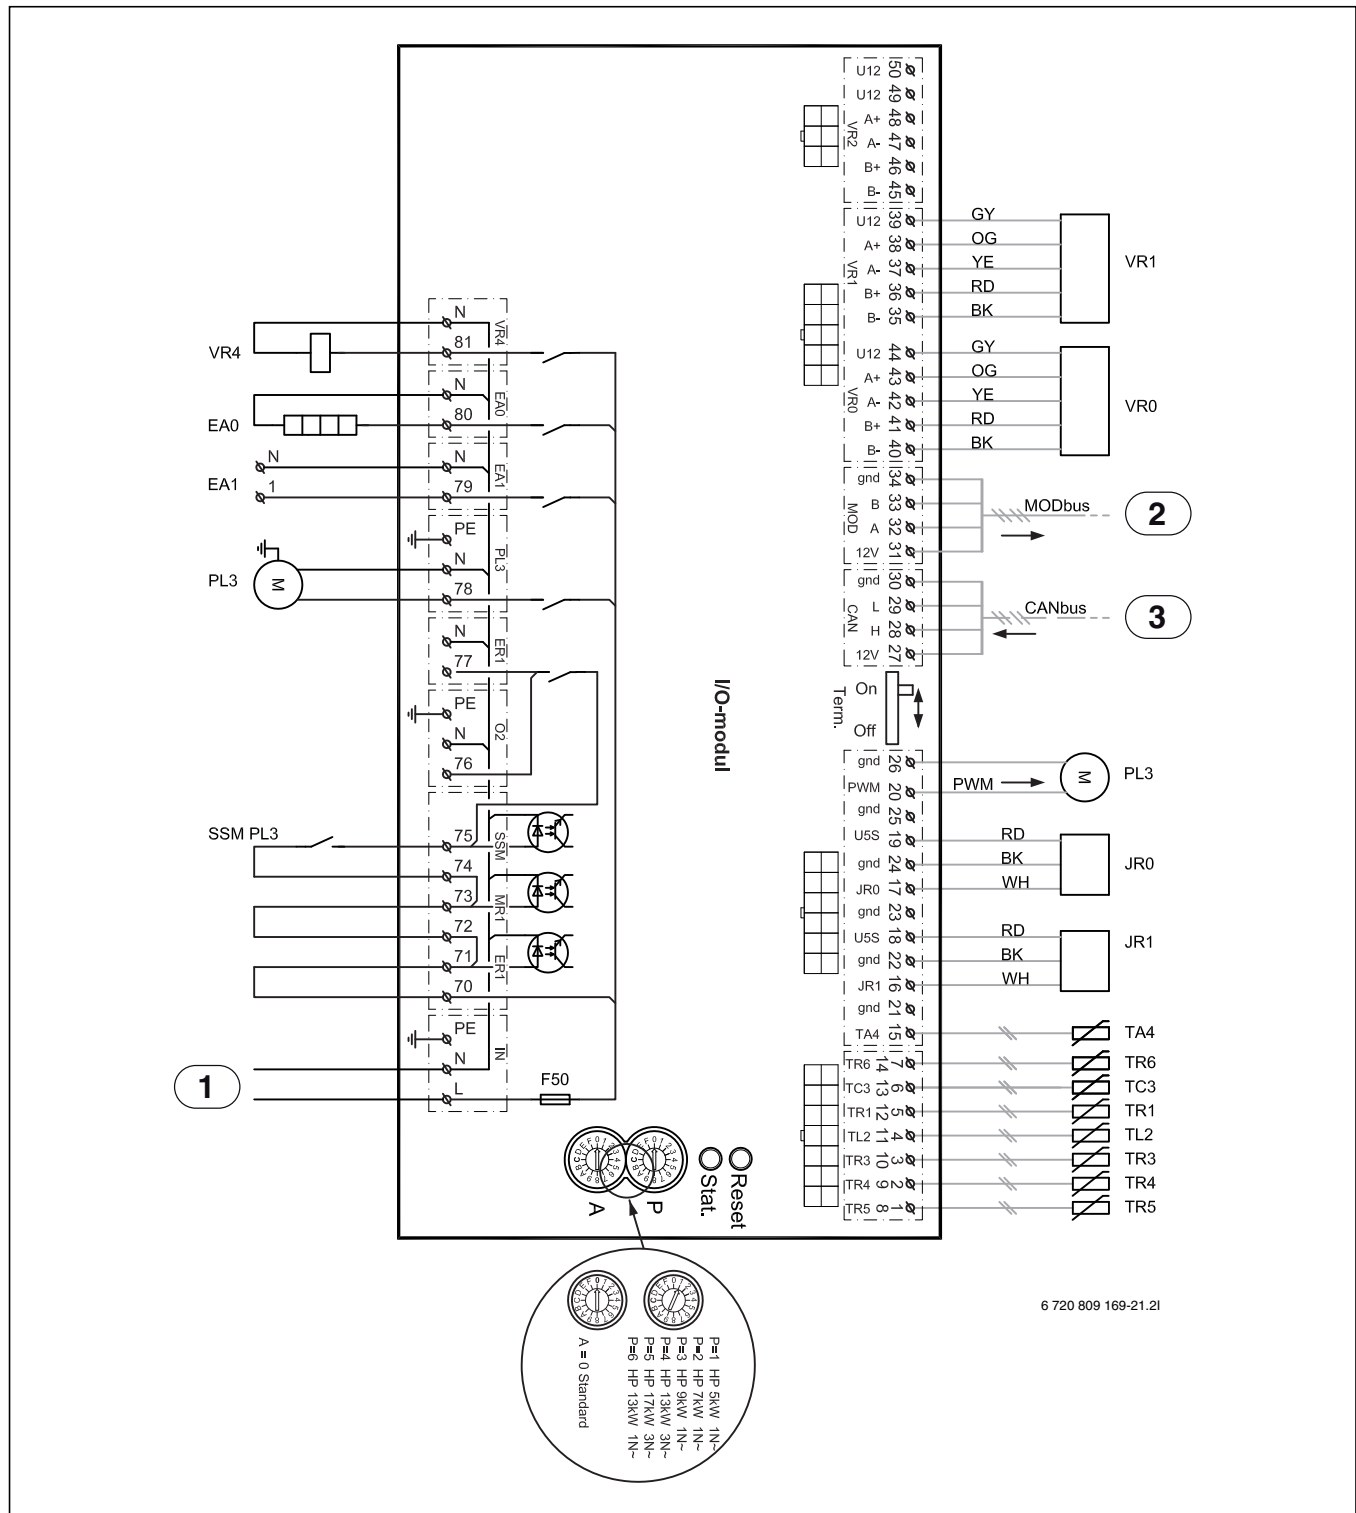

Bild 20 Elschema I/O-modul kort
- [3] MODbus till I/O-modul kort ([2] Bild 20)
- [4] Elmatning till I/O-modul kort ([1] Bild 20)